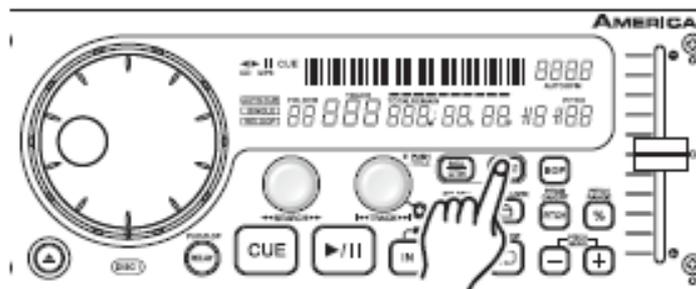

Figure 21
12. CHANGER L’AFFICHAGE DU TEMPS (49, 50 et 51)/BARRE DU TEMPS (47)
EN MODE LECTURE NORMALE, appuyez sur le *BOUTON TIME* (8) pour changer les informations d’affichage du temps (49, 50, 51 et 47) sur l’*AFFICHEUR VFD* (2) – voir Figure 21. Le texte suivant est une ventilation des paramètres de temps et de leur définition :
1) **ÉCOULÉ** : Cette fonction indique sur l’*AFFICHEUR VFD* (49, 50 et 51) le temps écoulé de la PISTE en cours. **Remarque** : L’*AFFICHEUR VFD* (2) n’affichera pas « ÉCOULÉ » ou « RESTANT ».
2) **RESTANT** (48) : Cette fonction indique sur l’*AFFICHEUR VFD* (49, 50 et 51) le temps restant de la PISTE en cours.
3) **TOTAL RESTANT** (52) : Cette fonction indique sur l’*AFFICHEUR VFD* (49, 50 et 51) le temps total restant sur le disque. **Remarque** : **TOTAL RESTANT n’est visible et disponible que lorsqu’un CD classique est chargé et ne fonctionne pas avec les CD de MP3.**